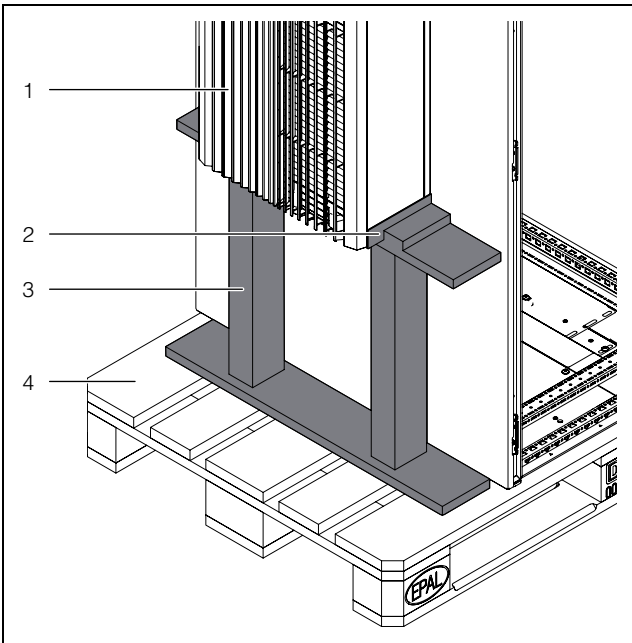
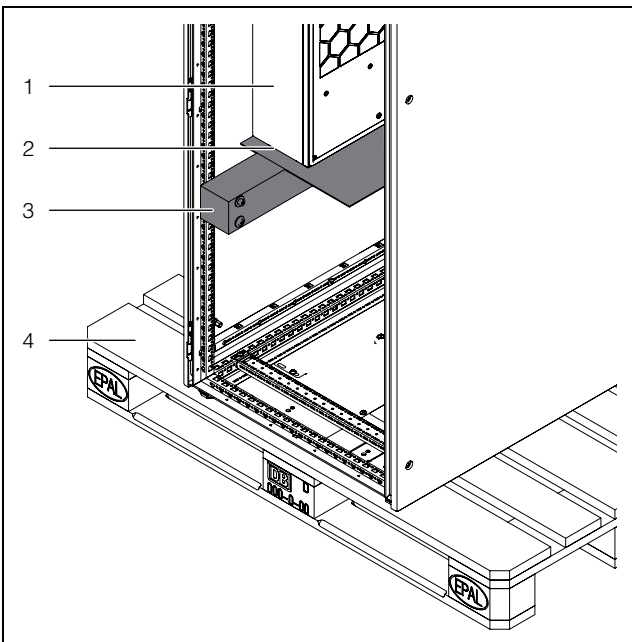

Bild 5: Transportsäkringar utvändigt
Bild 6: Transportsäkringar invändigt
- Använd transportskydd vid transport av aggregat som redan är monterade på apparatskåpet (t.ex. en konstruktion av träkilar eller brädor – bild 5 och bild 6). Dessa skydd stöttar kylaggregatet och förhindrar på så sätt att aggregatet faller vid stötar. För att förhindra lackskador bör t.ex. en bubbelfolie läggas mellan kantträna och kylaggregatet.